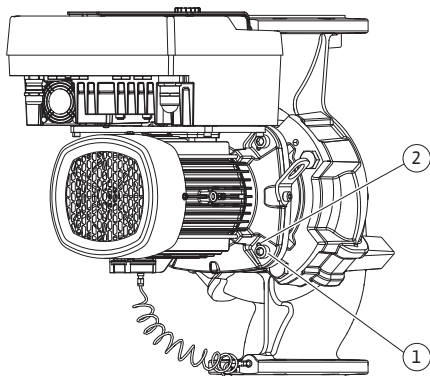

Fig. 10: Borttagning av instickssatsen via gänghålerna
5. Tryck bort instickssatsen (se Fig. 4) från pumphuset. Använd de två gänghålerna (se Fig. 10). Skruva in M10-skruvar av lämplig längd i gänghålerna för att lossa fästet.
5. Lossa differenstrycksgivarens hållplatta (Fig. I, pos. 13) från motorflänsen genom att lossa skruven (Fig. I och Fig. III, pos. 10). Låt differenstrycksgivaren (Fig. I, pos. 8) med hållplatta (Fig. I, pos. 13) hänga på tryckmätningssledningarna (Fig. I, pos. 7). Koppla vid behov från differenstrycksgivarens anslutningskabel i elektronikmodulen.
6. Tryck bort instickssatsen (se Fig. 4) från pumphuset. Använd de två gänghål (se Fig. 10). Skruva in M10-skruvar av lämplig längd i gänghål (se Fig. 10) för att lossa fästet.
8. Lossa de två fastsittande skruvarna på skyddsplattan (Fig. I, pos. 27) och ta bort skyddsplattan.
9. För in en blocknyckel med nyckelvidd på 18, 22 eller 27 mm i lanternans öppning och håll fast axeln mot nyckelytan (Fig. I, pos. 16). Dra ut pumphjulsmuttern (Fig. I, pos. 21). Pumphjulet (Fig. I, pos. 21) dras automatiskt bort från axeln. Använd en avdragare vid pumphjul av gjutning.
10. Beroende på pumptyp lossar du skruvarna (Fig. II, pos. 10 a) eller (Fig. II, pos. 10 b).
11. Lossa lanternan från motorcentreringen med en tvåarmsavdragare (universalavdragare) och dra bort den från axeln. Den mekaniska tätningen (Fig. I, pos. 25) tas bort samtidigt. Se till att lanternan inte hamnar snett.
12. Om den mekaniska tätningen har skadats trycker du ut motringen (Fig. I, pos. 26) ur fästet i lanternan. Placera en ny motring i lanternan.